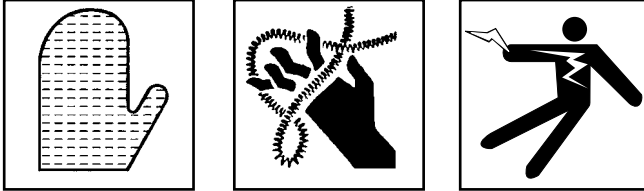

Figura 5 – Acoplamiento del adaptador para el cable
3. Levante el pistón en el adaptador y baje la palanca del embrague para permitir que el adaptador del cable se introduzca en el agujero perforado (Figura 5). Asegure que el pistón se haya enclavado en la máquina.